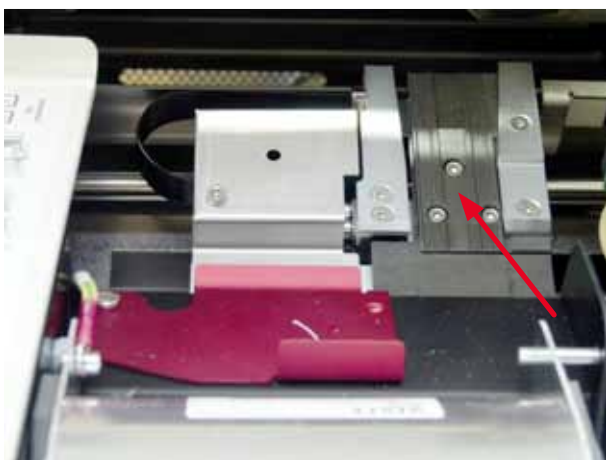

Fig. 49
- Stazione di trasporto (→ "Fig. 49")
- Chiudere l'aletta dopo aver eseguito la pulizia e prima di utilizzare lo strumento (→ "Fig. 49").